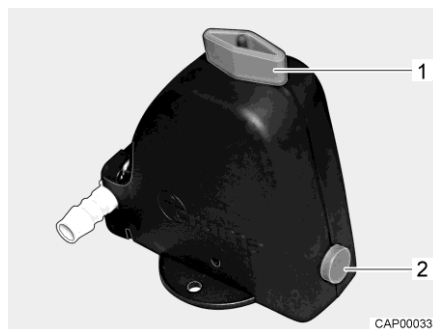

Fig. 279 Válvula de seguridad/purga (Truma)
- Abrir la válvula de seguridad/purga (Truma). Para ello, girar el botón giratorio (Fig. 279,1) a la posición longitudinal en referencia a la válvula de seguridad/purga. El botón (Fig. 279,2) salta hacia fuera.